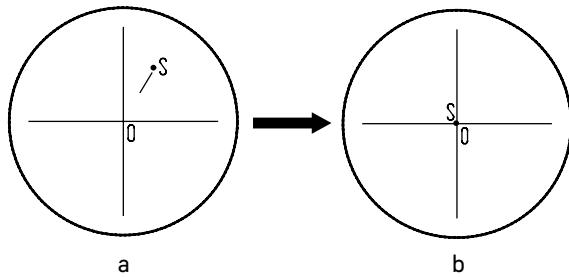

Рис. 5. Настройка канала визуализации
- Установите рукоятку переключения светового потока **3** в положение для наблюдения через окуляры. Наблюдая объект через окуляры, найдите отличительную точку в поле зрения (легко идентифицируемую цель, такую как точка **S** на рис. 5а), переместите объект на предметном столике так, чтобы данная точка находилась в центре поля зрения, как показано на рис. 5б. Для этой процедуры вместо обычного препарата удобно использовать специальный калибровочный слайд с перекрестием, а вместо обычного окуляра – окуляр с перекрестием.